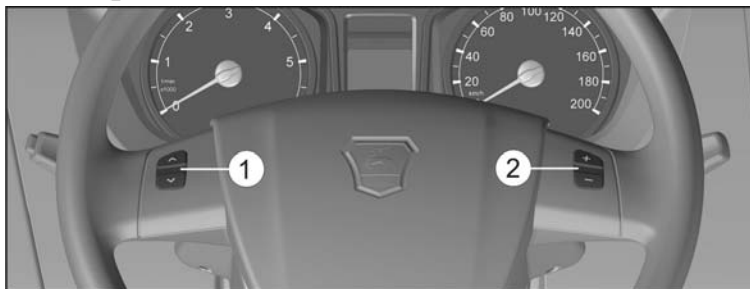

Рис. 12.4. Рулевое колесо с кнопками:
– Дублирующие кнопки управления головным устройством 1DIN или 2DIN на рулевом колесе (рис. 12.4).